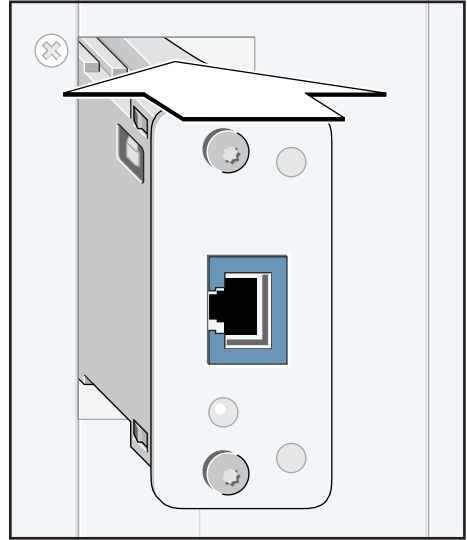

Fig. 2: Exemplo: Encaixe do módulo de interface
2. Encaixar o módulo de interface IMmtcp no local de encaixe previsto no componente do sistema até sentir que alcançou o fim de curso (exemplo na Fig. 2).